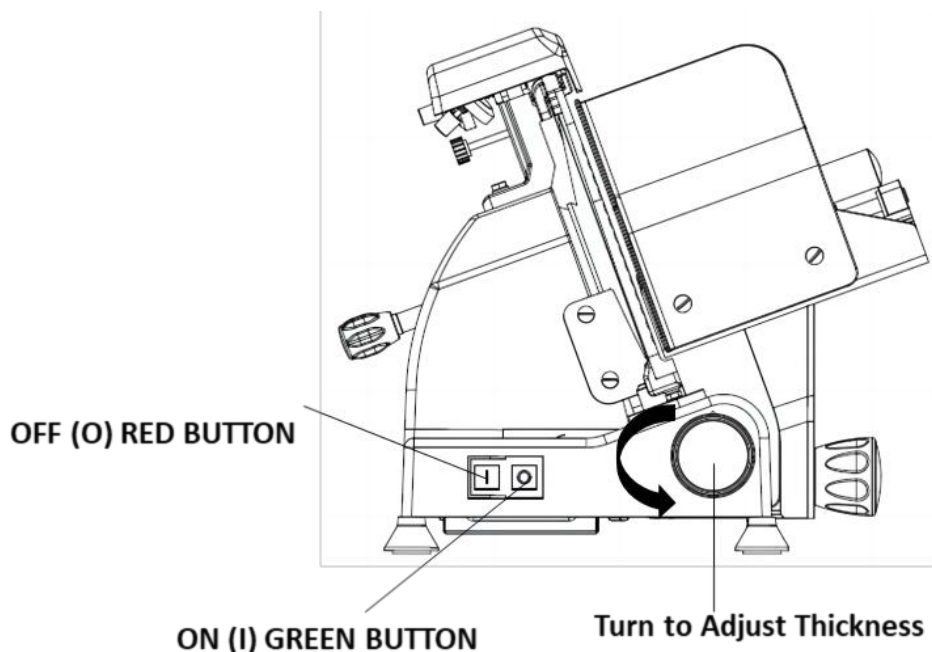

Abb. 2
5. Um den Fleischschneider einzuschalten, drücken Sie die grüne „I“-Taste. (Siehe Abb. 2)
6. Um den Fleischschneider auszuschalten, drücken Sie die rote „O“-Taste. (Siehe Abb. 2)
12. Wenn Sie fertig sind, schalten Sie den Fleischschneider durch Drücken der roten Taste auf „OFF“ (0). (Siehe Abb. 2)